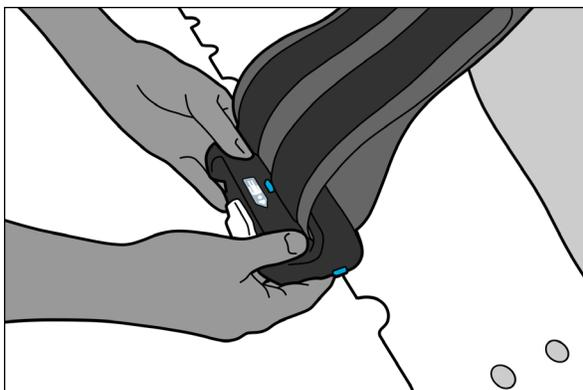

図10
7. デバイスの反対側の端にも、もう片方のクランプを取り付け、クランプをロックします (図10)。